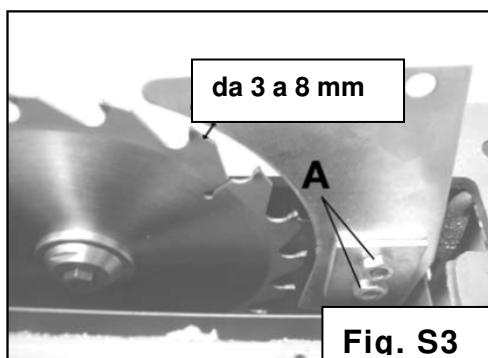

Fig. S3
Questa registrazione può essere fatta utilizzando le due viti (A) di **Fig.S3**.
2. Allentare i due bulloni (A) di **Fig.S3** che fissano il coltello
3. Posizionare il coltello divisore tra 3 e 8 mm dai denti della lama e bloccare le viti di fissaggio (A) del coltello divisore (**Fig.S3**).